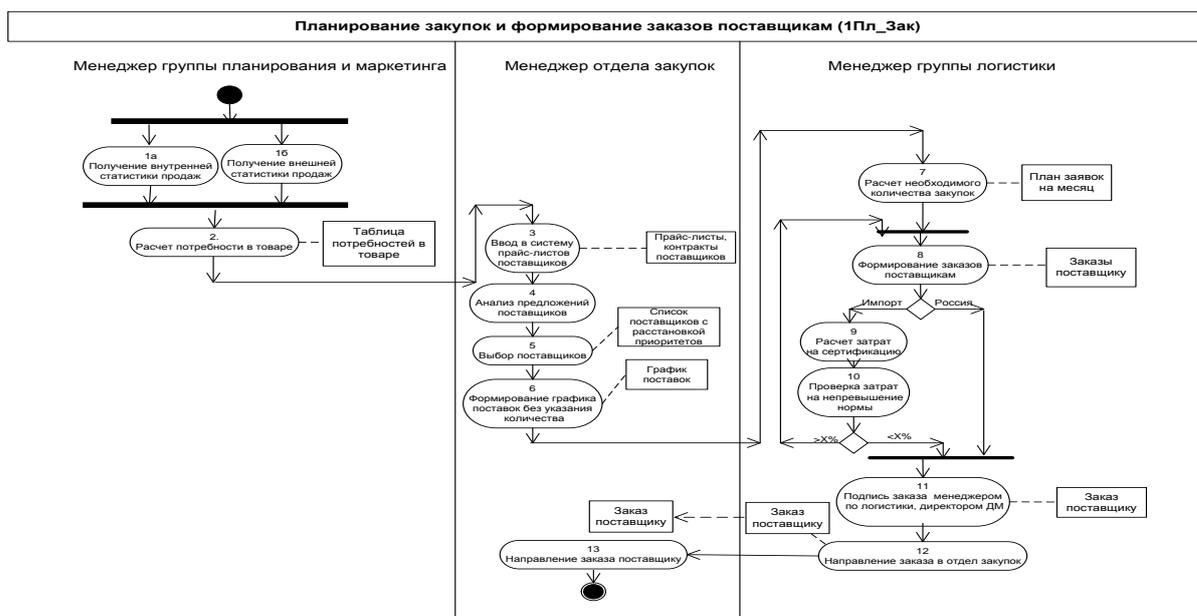

Рис.5 - Диаграмма действий бизнес-процесса «Планирование закупок, формирование заказов поставщикам»
Общий вид диаграммы действий бизнес-процесса «Планирование закупок, формирование заказов поставщикам» представлен на рис.5.
1. В графе 1 проставьте краткое наименование диаграммы – 1Пл_Зак. Кроме того, в этой графе укажите номер операции, соответствующий изображению на диаграмме действий (рис.5).